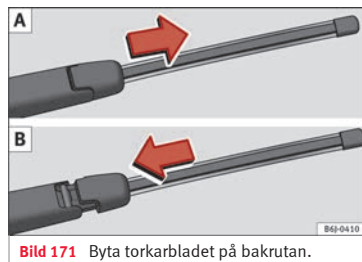

Bild 171 Byta torkarbladet på bakrutan.
- För bladets adapter i pilens riktning och ta bort bladet » **bild 171 A**.
- Placera bladet som visas i » **bild 171 B** och skjut på adaptorn tills den fastnar.